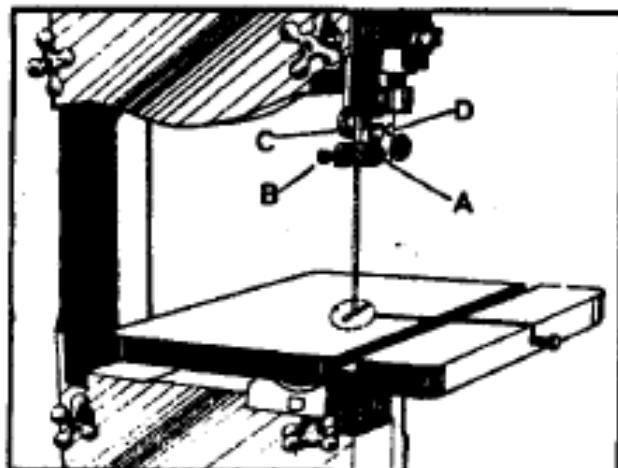

Рис. 22
Верхние направляющие (A), *Рис. 22*, удерживаются установочными винтами (B). Ослабить установочные винты (B) и переместить направляющие (A) как можно ближе к поверхности полотна, но не защемляя полотно. Затем затянуть винт (B).
Верхний опорный подшипник (C), *Рис. 22*, не дает полотну смещаться слишком далеко назад, чтобы не повредить зубья полотна пилы. Опорный подшипник (C) устанавливается на расстоянии 0,4 мм от задней кромки полотна путем ослабления винта (D), при этом подшипник (C) может перемещаться вперед-назад. Опорный подшипник (C) полотна также должен быть отрегулирован таким образом, чтобы задняя кромка полотна перекрывала наружный диаметр шарикового подшипника приблизительно на 1,6 мм.
Подшипник (C) установлен на эксцентрике, для изменения положения вывернуть винт (D) и снять² подшипник (C), *Рис. 22*. Ослабить винт (D) и изменить положение валика, на котором установлен подшипник (C).